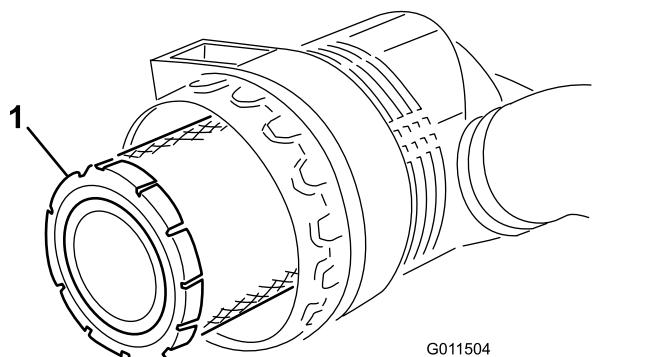

Figura 55
- Retire e substitua o filtro primário (Figura 55).